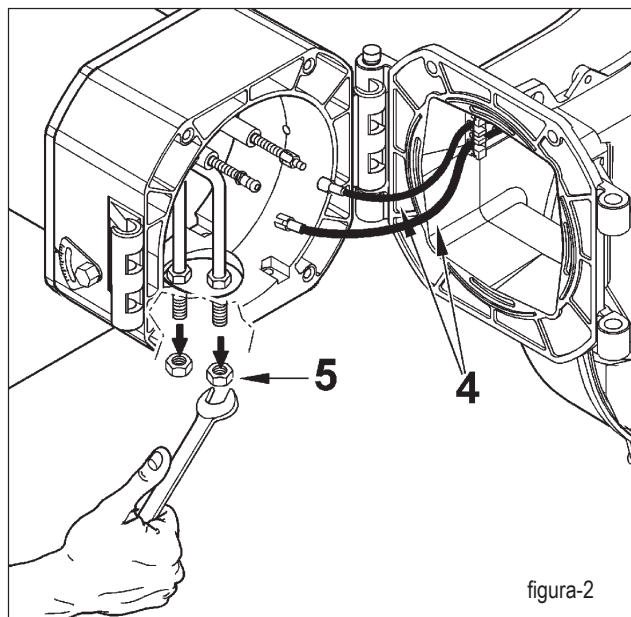

figura-2
! Cuando se cierra el quemador, tirar delicadamente hacia el cuadro eléctrico, poniéndole en ligera tensión los dos cables de encendido, luego meterlos en sus alojamientos (7) como indica la figura 2. Esto evitará que el ventilador los dañe durante el funcionamiento del quemador.